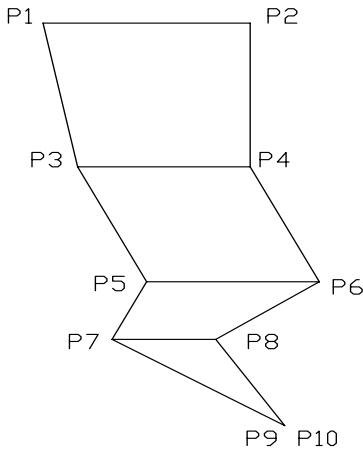

图 4-17 奇偶数分别在一边
- 4) 当提示第三点和第四点时，如果均点击同一点，则合成一个尖点，如图 4-17 所示。